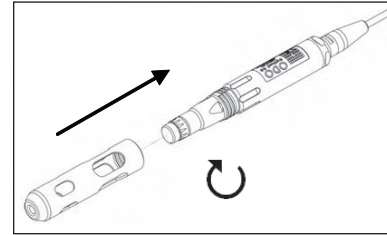

Abbildung 4
3. Den Messfühlerschutz wieder anbringen; hierzu den Messfühlerschutz vorsichtig über den Sensor schieben und dann durch Drehen im Uhrzeigersinn auf die Kabel-/Messfühlerbaugruppe fädeln (Abbildung 4).